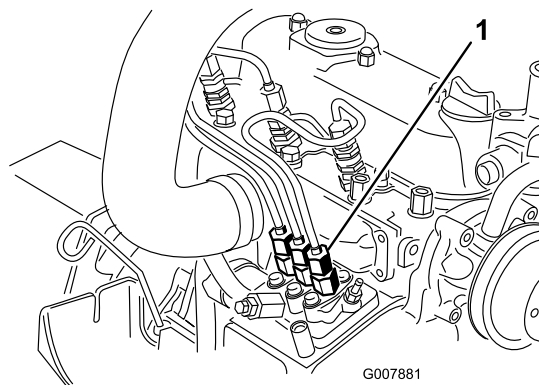

図 42
1. 燃料噴射ポンプから No.1 インジェクタノズル 図 42 へのパイプ接続部の下にウェスを当て、パイプの接続をゆるめる。